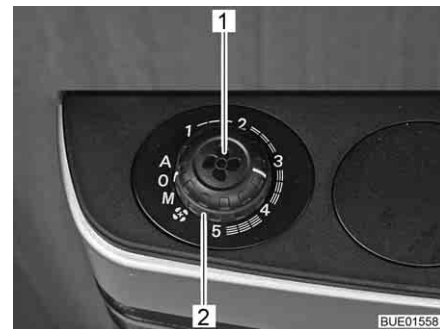

Fig. 145 Bouton rotatif et l'interrupteur tournant pour la commande du ventilateur
- Régler le mode de fonctionnement souhaité avec l'interrupteur tournant (Fig. 145,2).
- Régler l'interrupteur tournant (Fig. 145,2) sur "0".